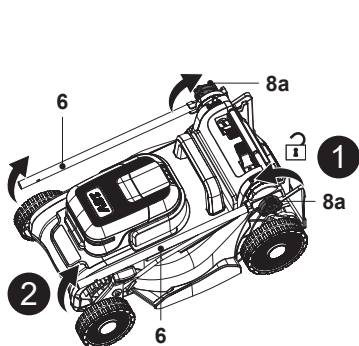

Fig. 1
2. Desserrer le bouton de serrage (8a) dans le sens antihoraire sans le retirer, puis déplier le guidon inférieur (6) (Fig. 1, étapes 1, 2)